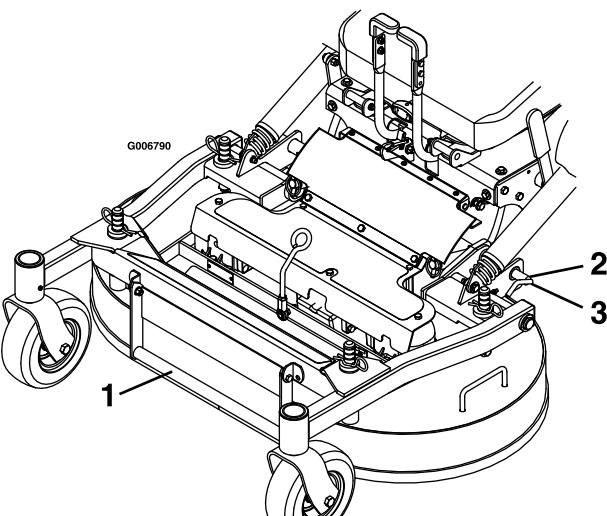

Figura 19
- Abra los pestillos de bloqueo de la carcasa de corte en cada lado (Figura 19).
- Empuje hacia dentro los pestillos de bloqueo de la carcasa y gírelos hacia adelante para bloquear la carcasa de corte firmemente en la posición bajada (Figura 19).